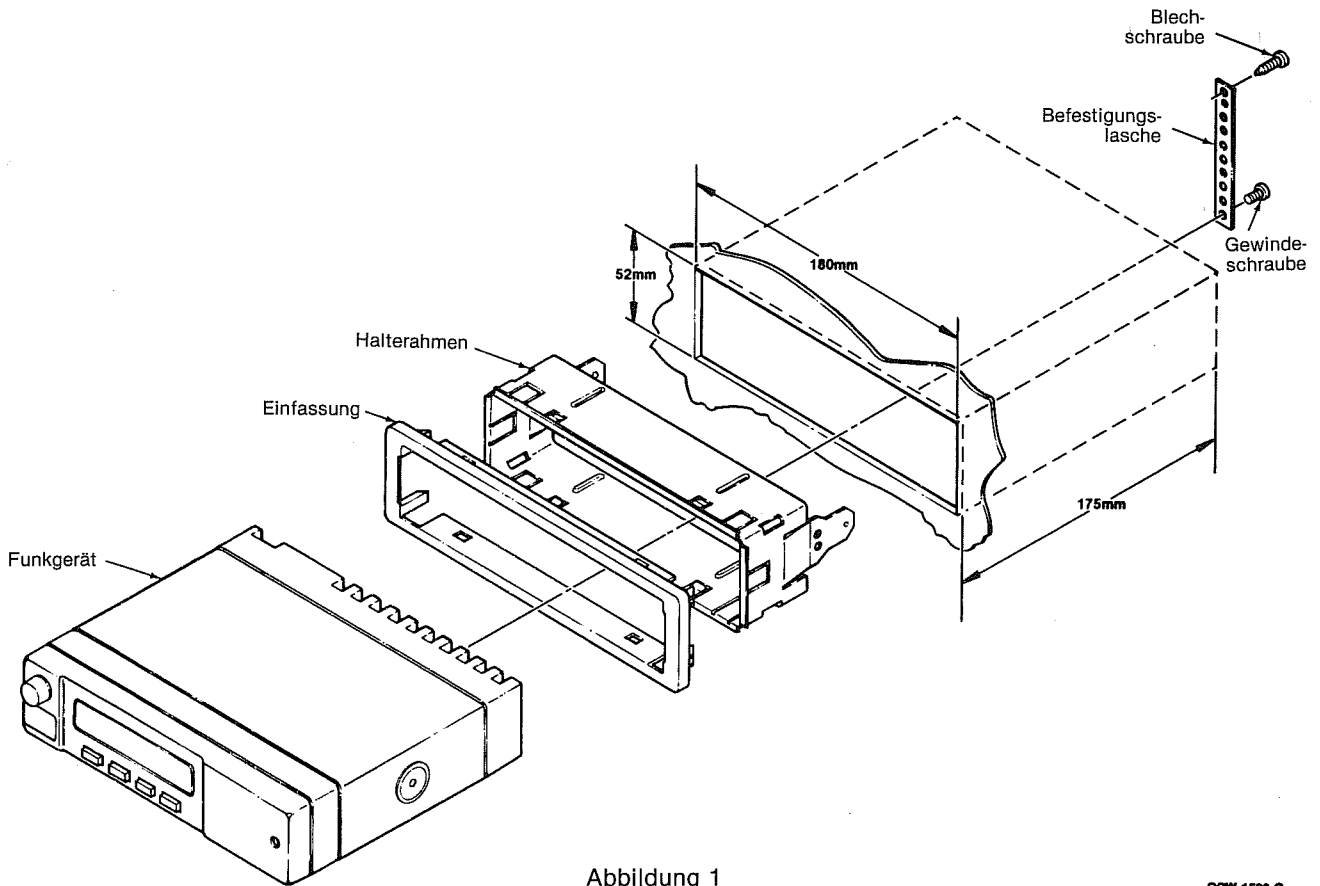

Abbildung 1
(1) Den Autoradio-Ausschnitt des Armaturenbrettes öffnen und ggf. auf die in Abbildung 1 gezeigten Abmessungen vergrößern.
(3) Das Funkgerät bis zum Einrasten in den Halterahmen schieben.
(4) Die Befestigungslasche entsprechend der Abbildung 1 mit einer Blechschraube an der Karosserie und mit einer Gewindegewinde-schraube am Kühlkörper des Funkgerätes befestigen.